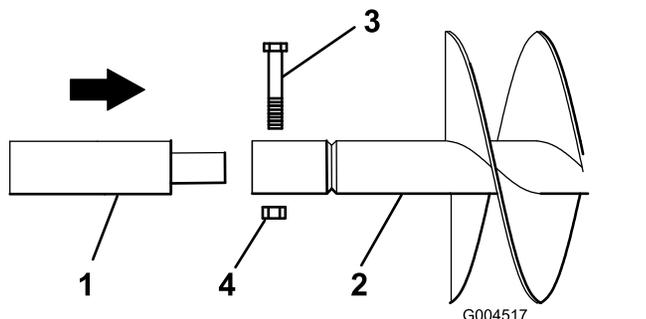

Рисунок 6
6. Если вместе со шнеком используется удлинитель, вставьте конец удлинителя в конец шнека и зафиксируйте соединение с помощью болта ($\frac{7}{8} \times 4\frac{1}{2}$ дюйма) и гайки ($\frac{7}{8}$ дюйма), как показано на рис. Рисунок 6.